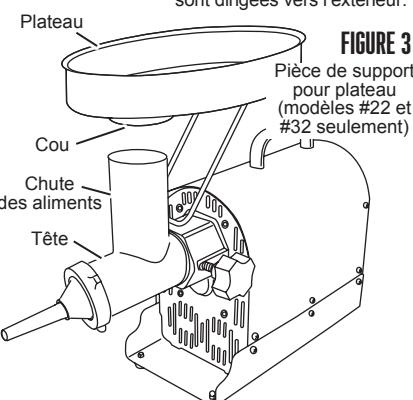

FIGURE 3
7. Insérer le col du plateau dans la chute d'aliments (**FIGURE 3**). Brancher dans une prise de courant.
8. NE JAMAIS utiliser le hachoir sans le plateau bien fixé (**FIGURE 3**).